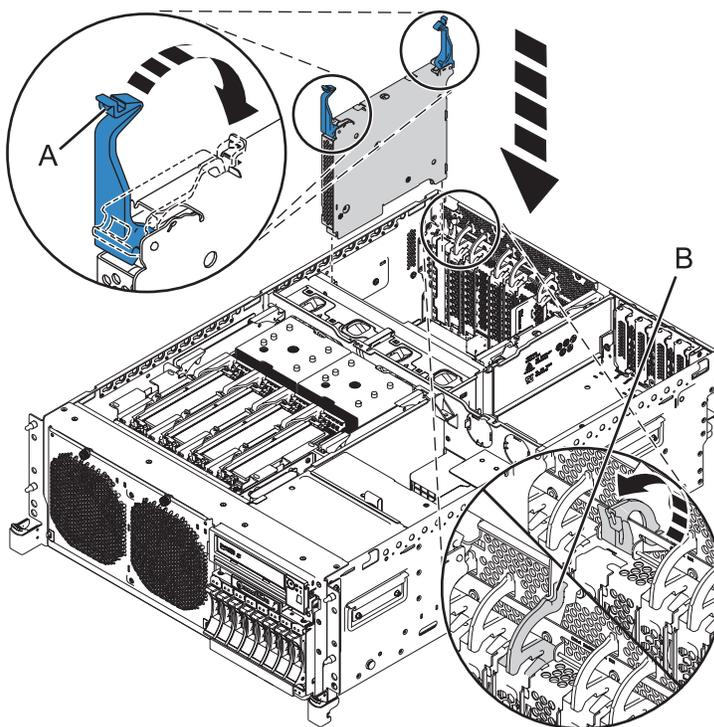

Figura 3. Instalación del adaptador GX en un sistema 8202-E4B o 8205-E6B montado en bastidor
11. Gire de forma uniforme los pestillos (A) a la posición de bloqueo, como se muestra en Figura 3 y Figura 4 en la página 5.
12. Gire el pestillo (B) a la posición de cierre para bloquear el adaptador en la ranura del adaptador.